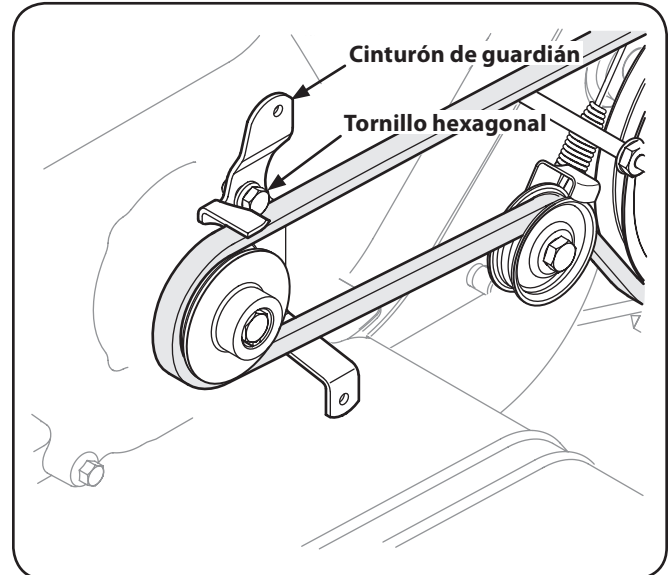

Figure 7-3
4. El uso de un ½" llave, retire el tornillo hexagonal de fijación del cinturón de guardián en el motor. Vea la Fig. 7-3.